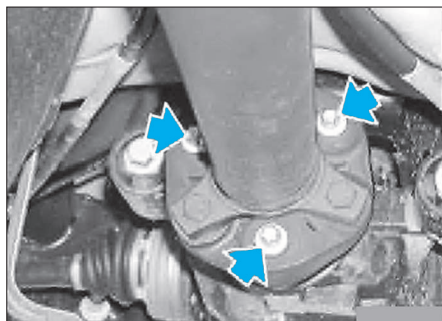

FIG. 2
- Déposer les vis du flector arrière (Fig.2).